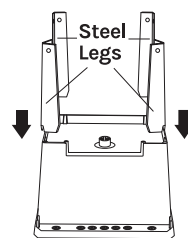

Fig. 1
- While the tub is still upside down, insert the 4 steel legs into each corner socket (see Fig. 1).
- Lorsque le bac est toujours à l'envers, insérez les 4 pieds en acier dans chaque douille d'angle (voir la fig. 1).